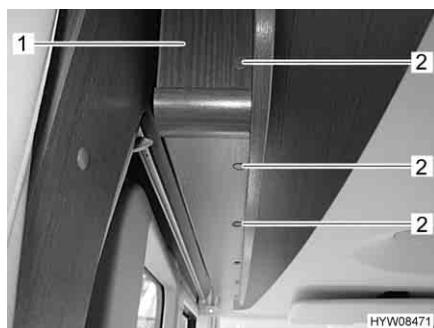

Fig. 58 Diaframma sul letto basculante
- Togliere tutti i coperchi di copertura (Fig. 58,2).
- Svitare tutte le viti (a intaglio) che si trovano sotto i coperchi di copertura e rimuovere il diaframma (Fig. 58,1).